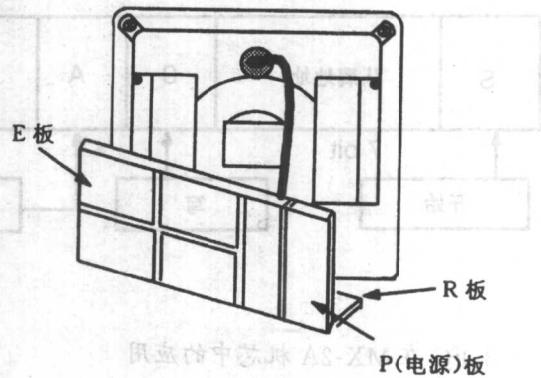

图 1.2.8
③立起主机芯之前，先要向外按下挂勾立起 R 板，见图 1.2.8 所示。